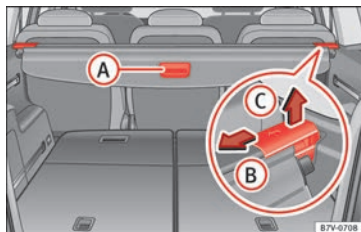

Abb. 164 Im Gepäckraum: Gepäckraumabdeckung.
- Gepäckraumabdeckung am Griff » **Abb. 164 A** etwas nach hinten ziehen.
- Gepäckraumabdeckung in Pfeilrichtung entriegeln » **Abb. 164 B**.
- Gepäckraumabdeckung in Pfeilrichtung drücken » **Abb. 164 B**.
- Gepäckraumabdeckung in Pfeilrichtung entriegeln » **Abb. 164 B** und in Pfeilrichtung **C** anheben.